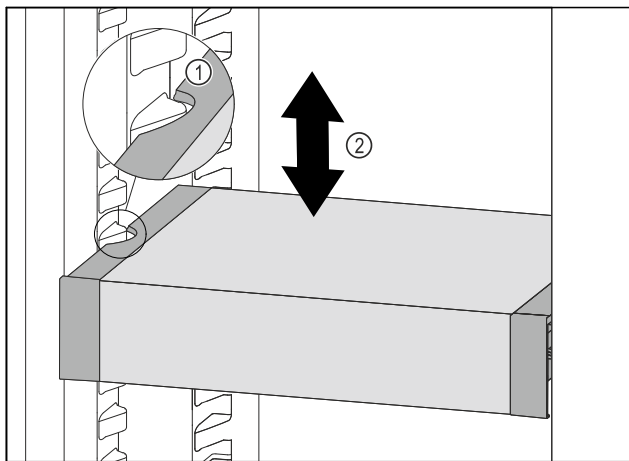

Fig. 145
- ▶ Húzza előre felé a VarioSafe fiókot annyira, hogy a VarioSafe oldalsó kivágásai a hűtőrésszen a tartóborda magasságában legyenek. Fig. 145 (1)
- ▶ A hűtőrésszen a VarioSafe fiókot mozgassa felfelé vagy lefelé a kívánt magasság eléréséig. Fig. 145 (2)